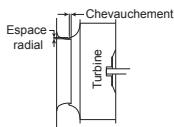

Figure 5
- Faire tourner la turbine à la main pour vérifier qu'elle ne frotte pas et qu'elle tourne librement. Voir les dimensions correctes de chevauchement et d'espace radial dans le tableau de la Figure 5.